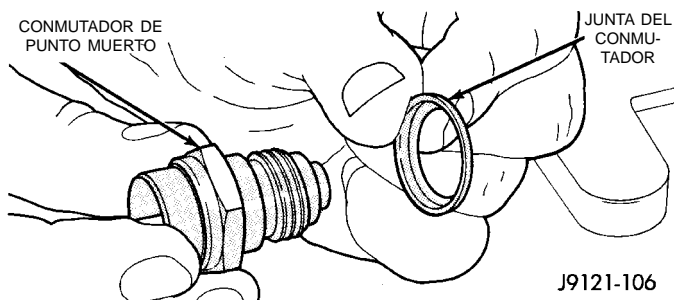

Fig. 139 Localización de la junta del conmutador de estacionamiento/punto muerto
(33) Instale un filtro nuevo en el cuerpo de válvulas. Apriete los tornillos del filtro con una torsión de 4 N·m (35 lbs. pulg.).
(34) Ajuste las cintas delantera y trasera.
(35) Instale la junta en el conmutador de estacionamiento/punto muerto (Fig. 139). Luego instale y apriete el conmutador con una torsión de 34 N·m (25 lbs. pie).